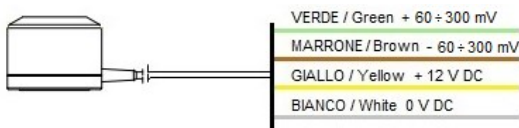
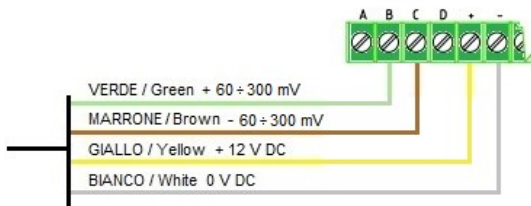

Fig. 1.
Fig. 2.
Se si dispone del data logger LSI LASTEM, eseguire il collegamento come indicato in Fig. 2. In caso contrario, è necessario collegare un voltmetro ai fili di uscita: il cavetto rosso (+) al filo verde, mentre il cavetto nero (-) al filo marrone. Inoltre, collegare un alimentatore a 12 V DC ai fili giallo (+) e bianco (0) come indicato in Fig. 1.
If you have the LSI LASTEM data logger, connect it as indicated in Fig. 2. Otherwise, it is necessary to connect a voltmeter to the output wires: the red wire (+) to the green wire, while the black wire (-) to the brown wire. Additionally, connect a 12 V DC power supply to the yellow wire (+) and the white wire (0) as indicated in Fig. 1.